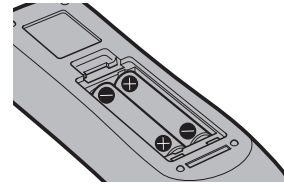

Abb. 2
- 2) Legen Sie die Batterien ein und schließen Sie den Deckel (legen Sie zuerst die  $\ominus$ -Seite ein). (Abb. 2)